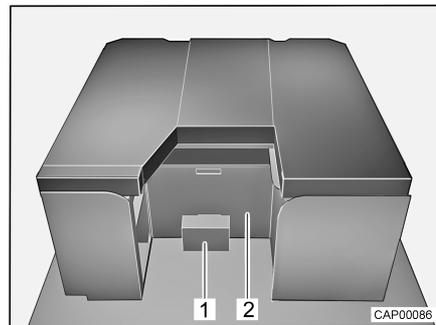

Bild 31 Vor dem Umbau
- Trittstufe (Bild 31,1) an hinterer Trennwand (Bild 31,2) aushängen.